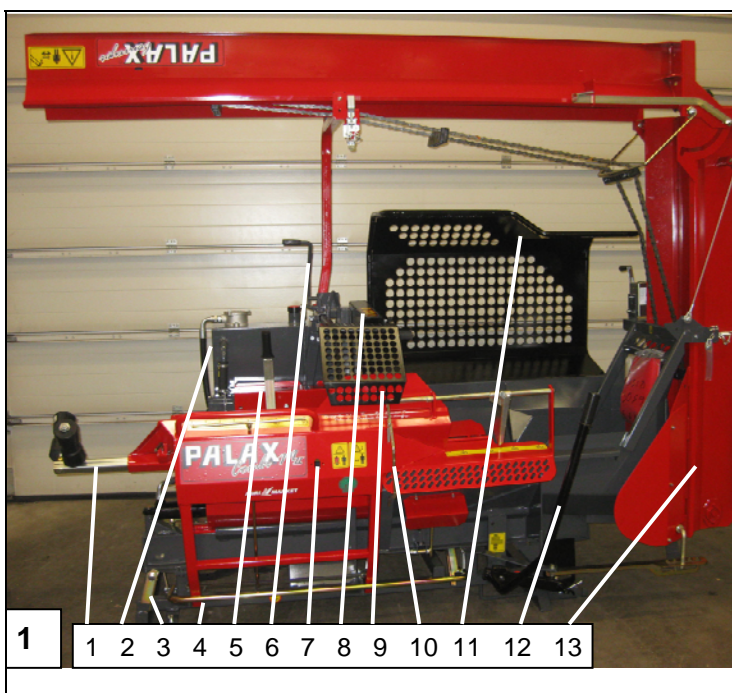

Fig. 1. Pièces principales de la machine
- Pour éviter toute détérioration pendant le transport, le levier de réglage du coin de fendage 12, le levier de commande du limiteur de mesure 10 et le filet de protection de la lame à tronçonner 9 ont été démontés et emballés séparément. (Fig. 1)
Installez le filet de protection 9 comme indiqué sur la Fig.1 de manière à ce que les rebords avant du filet de protection de la goulotte de fendage 11 soient alignés.